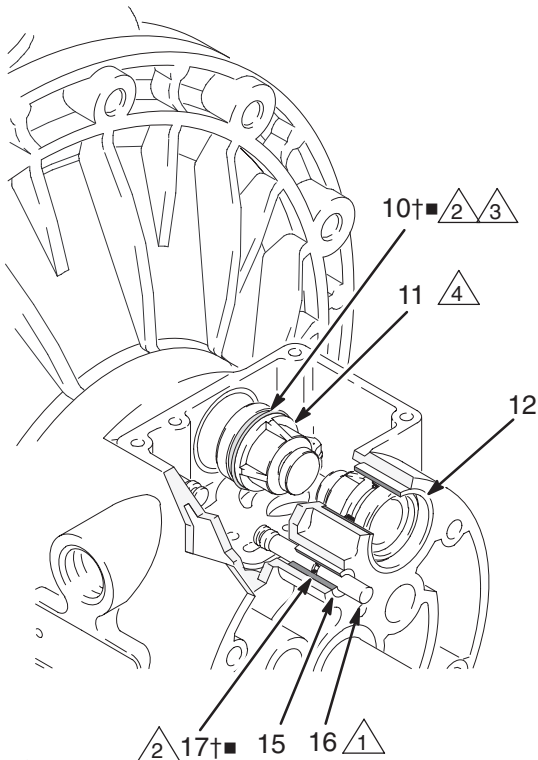

Fig. 8
4. Trek de twee aandrijvingszuigers (11) uit de lagers (12). Verwijder de U-vormige pakkingen (10†■) van de zuigers. Trek de regelpennen (16) uit de lagers (15). Verwijder de O-ringen (17†■) van de regelpennen. Zie Fig. 8.
6. Inspecteer de lagers (12, 15) zonder ze te verwijderen. Zie Fig. 8. De lagers zijn conisch, en moeten, indien beschadigd, vanaf de buitenzijde worden verwijderd. Hiervoor is het nodig het vloeistofgedeelte uit elkaar te halen. Zie pagina 20.
4. Breng een O-ring aan (17†■) op elk van de regelpennen (16). Vet de pennen en O-ringen in. Steek de pennen in de lagers (15), met het **smalle eind** eerst. Zie Fig. 8.
5. Breng een U-vormige pakking (10†■) aan op elke aandrijvingszuiger (11), zodanig dat de lippen van de pakkingen naar het **smalle** einde van de zuiger gericht zijn. Zie Fig. 8.
6. Smeer de U-vormige pakkingen (10†■) en aandrijvingsstangen (11). Steek de aandrijvingszuiger in de lagers (12), met de **brede** kant eerst. Laat het smalle einde van de zuigers uitsteken bloot. Zie Fig. 8.